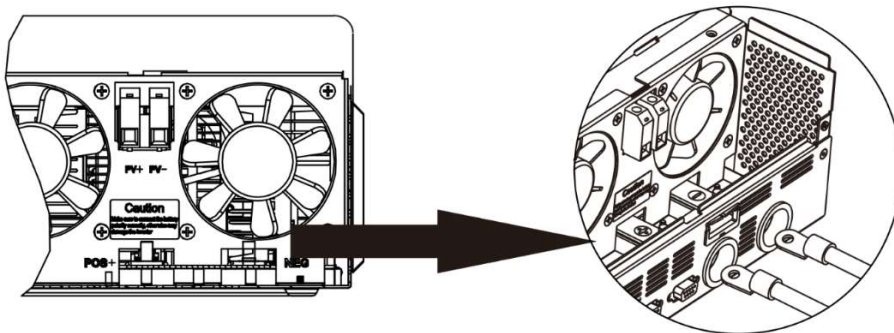

Abb. 6: Batterieanschluss
2. Entfernen Sie die vorinstallierten Muttern von den Batterieklemmschrauben. Legen Sie die Ringklemme des Batteriekabels durch die Gehäuselöcher (Kabelverschraubungen für 120 Vac-Modelle) flach auf die entsprechende Batterieklemme (**Abb. 6**). Schrauben Sie die zuvor entfernten Muttern mit einem Drehmoment von 2 ~ 3 Nm (1,5 ~ 2,2 lbf-ft) an. Stellen Sie sicher, dass die Ringkabelschuhe bündig auf den Anschlüssen sitzen. **VORSICHT: Tragen Sie keine antioxidativen Substanzen auf die Batterieklemmen des Geräts auf, bevor sie ausreichend befestigt sind. VORSICHT: Überdrehen der Muttern kann Schäden an der Klemme verursachen. Zu kleines Drehmoment kann eine lose Verbindung und übermäßige Hitze während des Betriebs verursachen. Stellen Sie sicher, dass das vorgeschriebene Drehmoment verwendet wird.**